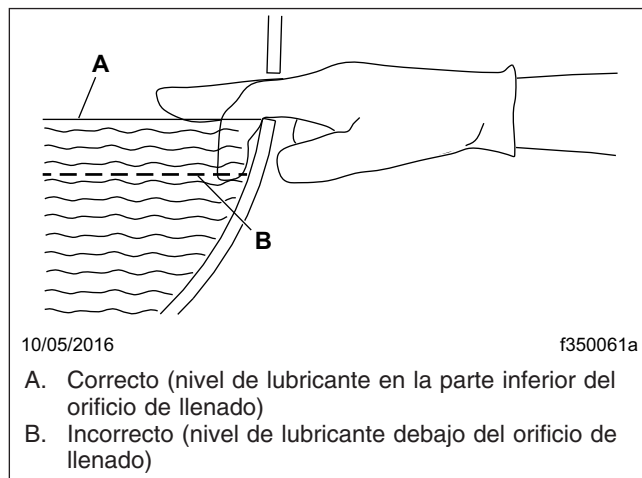

Figura 4, Revisión del nivel de lubricante del eje
4. Verifique el nivel de lubricante. El lubricante tiene que estar a nivel con la parte inferior del orificio de llenado. Vea la **Figura 4**. Si el nivel está bajo, agregue lubricante.